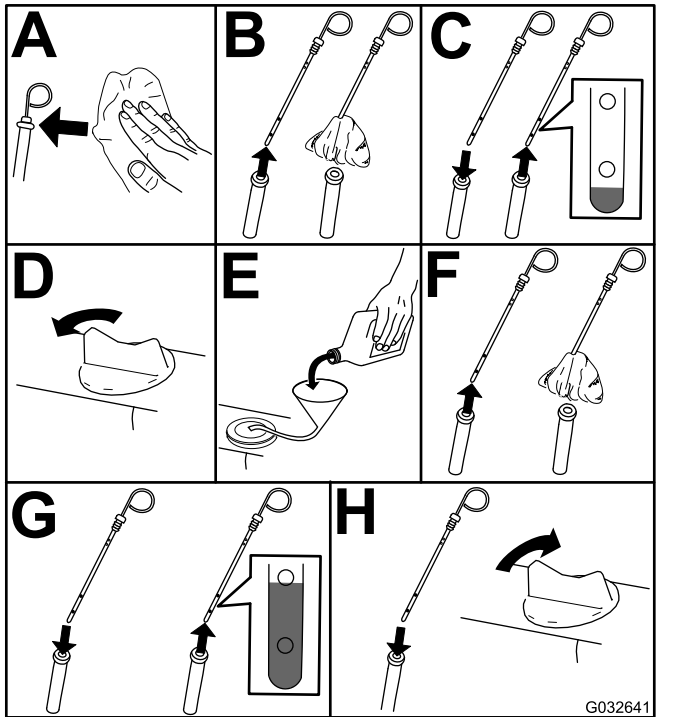

Figura 61
3. Compruebe el nivel de aceite del motor (Figura 61).